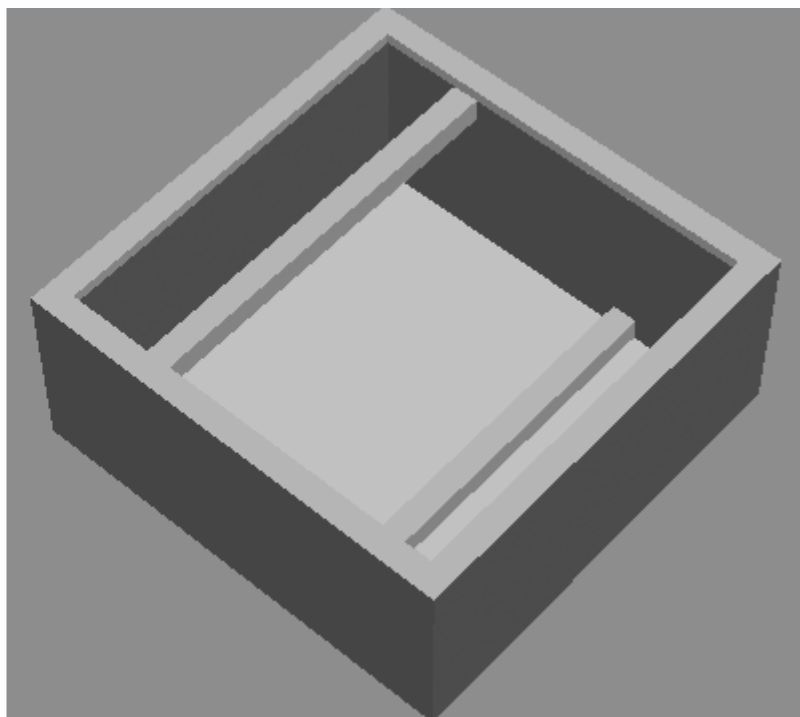

Рис. 1.20. Изображение подбалки и надбалки на чертеже (слева) и в трехмерной модели (справа)
– кнопки для построения несущих балок на потолке или под полом соответствующего помещения (рис. 1.20).